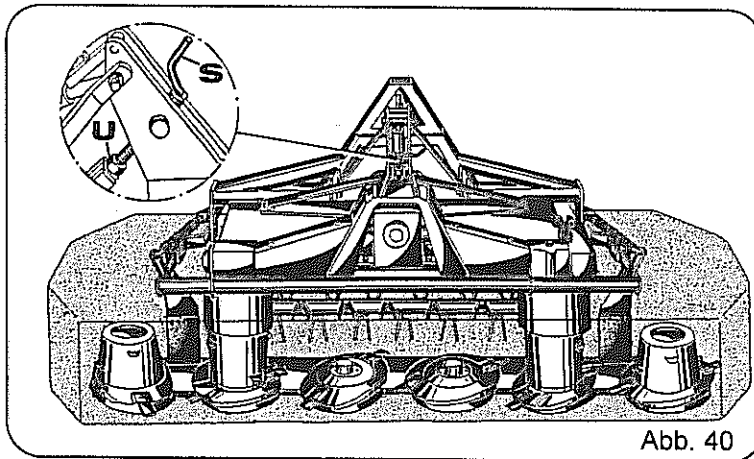

Abb. 40
- Kontermutter (Abb. 40, Pos. U) lösen.
- Knickzettergehäuse durch Drehen der Spindelkurbel (Abb. 40, Pos. S) nach oben schwenken.
- Kontermutter (Abb. 40, Pos. U) wieder fest anziehen.